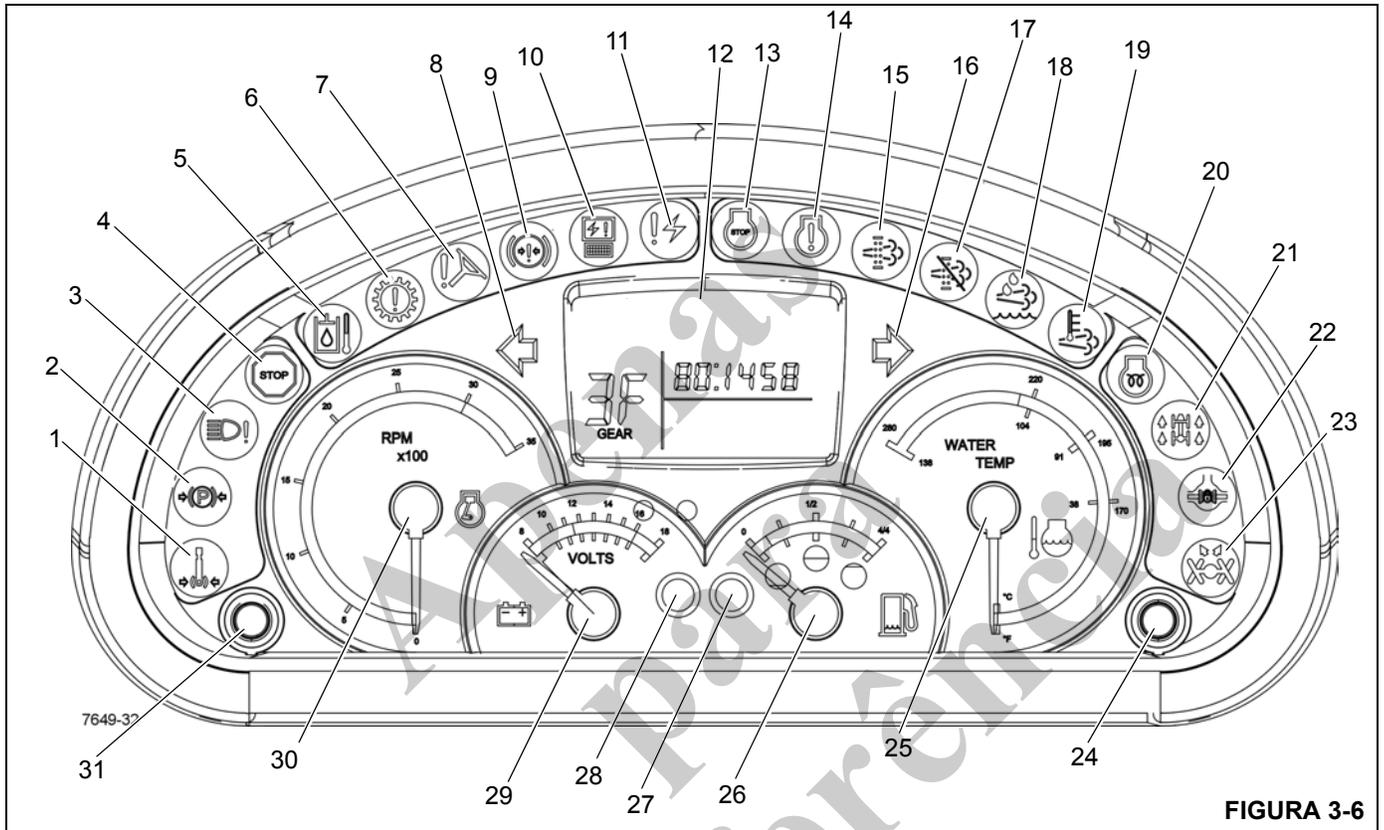

FIGURA 3-6
Números dos itens da Figura 3-6
O indicador do freio de giro acionado (1) (Figura 3-6) localiza-se no mostrador de indicadores da coluna de direção. Ele acende em vermelho quando o freio de giro do motor de giro da plataforma rotativa estiver acionado impedindo a rotação da superestrutura do guindaste.
O indicador do freio de estacionamento acionado (2) (Figura 3-6) localiza-se no mostrador de indicadores da coluna de direção. Ele acende em cor vermelha quando o freio de estacionamento for acionado.
O indicador de defeito nos faróis (3) (Figura 3-6) localiza-se no mostrador de indicadores da coluna de direção. Ele acende em âmbar quando os faróis dianteiros do guindaste estiverem defeituosos.
O indicador de parada de emergência (4) (Figura 3-6) localiza-se no mostrador de indicadores da coluna de direção. Ele acende em vermelho quando a chave de parada de emergência for pressionada (consulte *Chave de parada de emergência*, página 3-17) e uma campainha de aviso é acionada.
O indicador de temperatura do óleo hidráulico alta (5) (Figura 3-6) localiza-se no mostrador de indicadores da coluna de direção. Ele acende em vermelho quando a temperatura do óleo hidráulico ultrapassar 200°F (93°C); uma campainha de atenção também é acionada. Quando este indicador acender, apoie a carga o mais rápido possível, desligue o motor e tente identificar a causa da alta temperatura do óleo hidráulico.
O indicador de atenção da transmissão (6) (Figura 3-6) localiza-se no mostrador de indicadores da coluna de direção. Ele acende em vermelho quando a temperatura do óleo da
O indicador de baixa pressão da direção (7) (Figura 3-6) localiza-se no mostrador de indicadores da coluna de direção. Ele se ilumina com a cor vermelha quando a pressão hidráulica está baixa. Uma campainha de atenção também soará.
O indicador da sinaleira direcional esquerda (8) (Figura 3-6) localiza-se no mostrador de indicadores da coluna de direção. É uma luz em forma de seta verde que pisca quando a alavanca da sinaleira direcional é empurrada para baixo ou a chave das luzes de PERIGO é posicionado em ON.
O indicador de pressão do freio baixa (9) (Figura 3-6) localiza-se no mostrador de indicadores da coluna de direção. Ele acende em vermelho quando a pressão na válvula de carga do acumulador duplo cai abaixo dos requisitos normais de operação. Uma campainha de atenção também soará.
O indicador do módulo eletrônico (10) (Figura 3-6) localiza-se no mostrador de indicadores da coluna de direção. Se qualquer dos módulos eletrônicos estiver off-line e sem comunicação com o sistema, o indicador acende em vermelho.
O indicador de diagnóstico do sistema eletrônico (11) (Figura 3-6) localiza-se no mostrador de indicadores da coluna de direção. O indicador é uma luz vermelha usada para detecção e resolução de problemas no sistema CAN-BUS.
O mostrador de LCD (12) (Figura 3-6) localiza-se no mostrador de indicadores da coluna de direção. O mostrador indica a marcha em uso, códigos de falha e a versão do software principal.
O indicador de parada do motor (13) (Figura 3-6) localiza-se no mostrador de indicadores da coluna de direção. Ele acende em vermelho quando um sinal é enviado do ECM do motor. Além disso, uma campainha de atenção também soará.
O indicador de atenção do motor (14) (Figura 3-6) localiza-se no mostrador de indicadores da coluna de direção. Ele acende em âmbar quando um sinal é enviado do ECM do motor.
O indicador do DPF (Filtro de particulado do motor) (15) (Figura 3-6) localiza-se no mostrador de indicadores da
O indicador da sinaleira direcional direita (16) (Figura 3-6) localiza-se no mostrador de indicadores da coluna de direção. É uma luz verde em forma de seta que pisca quando a alavanca da sinaleira direcional é empurrada para cima ou a chave da luz de perigo é ligada.
O indicador de inibição da regeneração (17) (Figura 3-6) localiza-se no mostrador de indicadores da coluna de direção. Quando a chave de regeneração (9) (Figura 3-4) esti-
O indicador do DEF (Fluido do escape de diesel) (18) (Figura 3-6) localiza-se no mostrador de indicadores da coluna de direção. O indicador possui quatro estágios diferentes que serão acionados pelo sensor do nível de fluido no tanque do DEF: